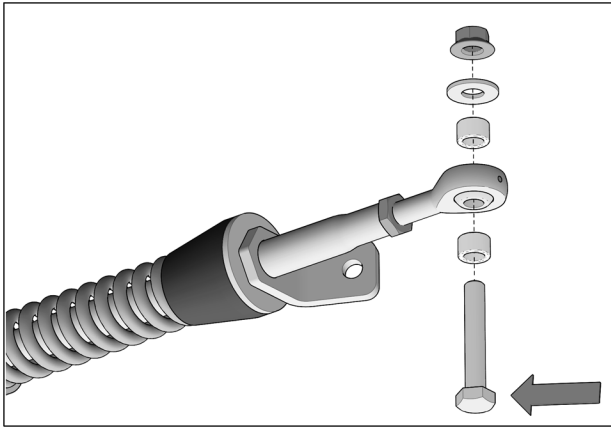

Fig. 13
3. Enlever et jeter les boulons, rondelles, espaceurs et écrous installés aux rotules des bras stabilisateurs des systèmes avant. Voir la Fig. 13